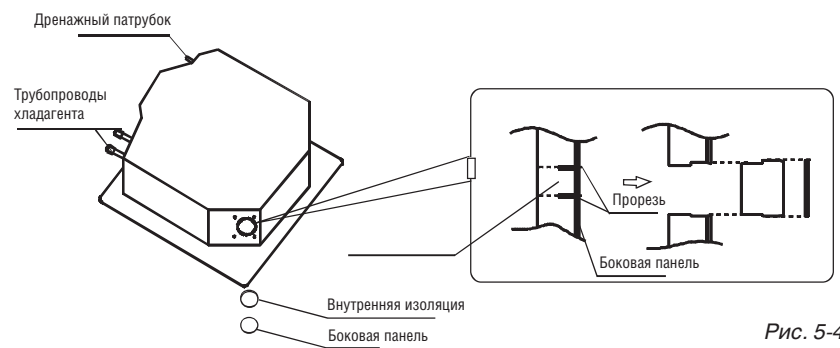

Рис. 5-4
- С помощью ножа вырежьте часть внутренней изоляции в отверстии. (См. рис. 5-4)